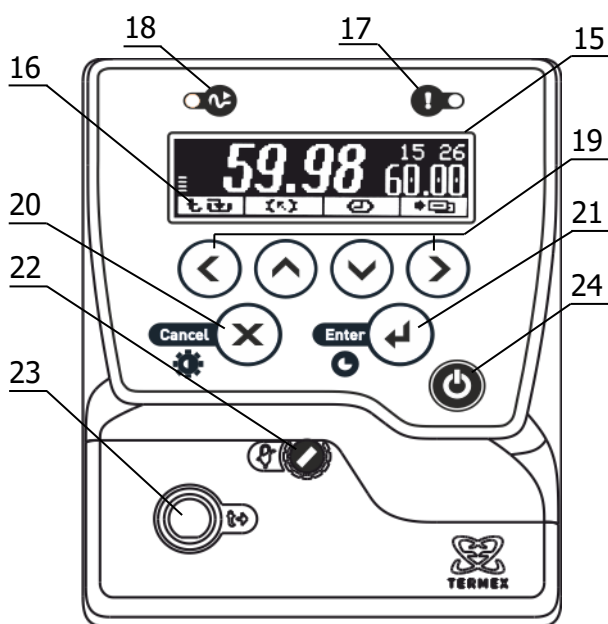

Рисунок 2 – Лицевая панель
Система безопасности блоков регулирования отключает двигатель насоса и нагреватель при срабатывании хотя бы одной из защит или неисправности датчика температуры (1.2.13). При срабатывании системы безопасности раздается звуковой сигнал, загорается индикатор 17 (рисунок 2) и на дисплей 15 выводится информация о причине неисправности.
2.3.1 После подключения сетевого кабеля к электрической сети блок регулирования переходит в режим ожидания. Подключение сопровождается кратковременной подсветкой дисплея 15 (рисунок 2).
2.3.6 Для регулировки яркости подсветки или контраста дисплея нажать кнопку 20 (X), выбрать изменяемый параметр кнопками (▲) и (▼) и установить его значение кнопками (◀) и (▶). Зафиксировать изменение нажатием кнопки 21 (↵) (рисунок 2).
2.7.6 Для выбора уставки в качестве текущей кнопками (▲) и (▼) подвести к ней указатель. Значение отмеченной указателем уставки дублируется крупными цифрами в правой части дисплея. Для подтверждения выбора отмеченной уставки нажать кнопку 21 (←). Для отмены выбора нажать кнопку 20 (✕) (рисунок 2).
2.7.7 Для изменения численного значения отмеченной указателем уставки нажать кнопку (▶). На рамке, обрамляющей значение уставки в правой части дисплея, появятся «засечки», указывающие на изменяемую позицию в численном значении. Цифра в отмеченной позиции мигает. Нажатиями кнопок (▲) и (▼) установить требуемую цифру в отмеченной позиции. Если удерживать кнопку нажатой, значение уставки будет изменяться непрерывно. Нажатиями кнопок (◀) и (▶) переместить отметку изменяемой позиции. Дискретность изменения значения уставки зависит от положения изменяемой позиции: если отмечена позиция десятков, то при единичном нажатии кнопки (▲) или (▼) значение уставки изменится на 10 °С. Если отмечена позиция десятых долей, то значение уставки изменится на 0.1 °С соответственно. Закончить ввод нового значения уставки нажатием кнопки 21 (←). Для возврата к значению уставки до ее изменения нажать кнопку 20 (✕) (рисунок 2).
2.8.3 При срабатывании защиты раздается звуковой сигнал и загорается красный индикатор срабатывания системы безопасности 17 (рисунок 2). Работа насоса и нагревателя будет блокирована. На дисплее отобразится текущее состояние системы защит.